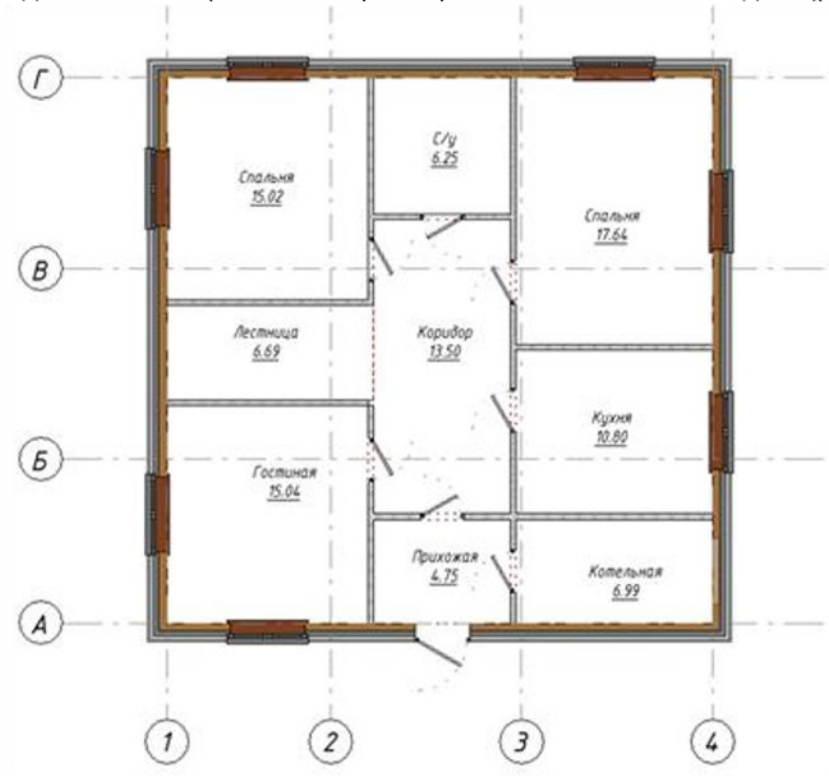

Рисунок 1 – План 1-го этажа малоэтажного жилого здания
С целью осуществления документального сопровождения работ и мероприятий контроля законченных видов и этапов строительных работ решить поставленные задачи (рисунок 1):
- *5. Выполните разметку помещений (рис. 1) на 1-м этаже с вычислением их площадей.